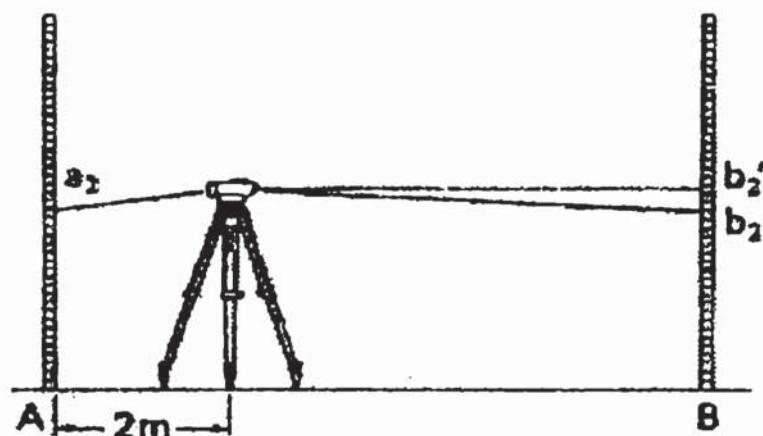

Рис. 7.6
- 2) Установите прибор на расстоянии 2 м от точки А. Возьмите отсчеты a_2 и b_2' (рис. 7.6).